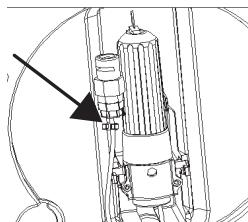

Fig.9
- Posizionare il tubo di collegamento accanto al vano cartuccia CO₂. I due componenti non sono necessari per i fusti Heineken (fig. 9).